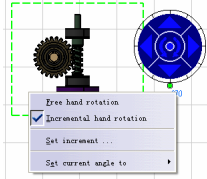

图 6-105
- 右键单击旋转递增值（绿色旋钮）可以修改递增值，如图 6-105 所示。